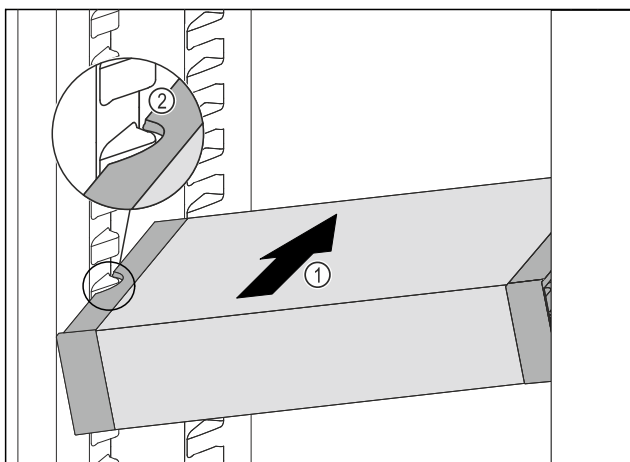

Fig. 196
- ▶ Вдвигайте VarioSafe под наклоном в холодильное отделение Fig. 196 (1), пока боковые выемки Fig. 196 (2) VarioSafe не окажутся на высоте выступа резервуара в холодильном отделении.